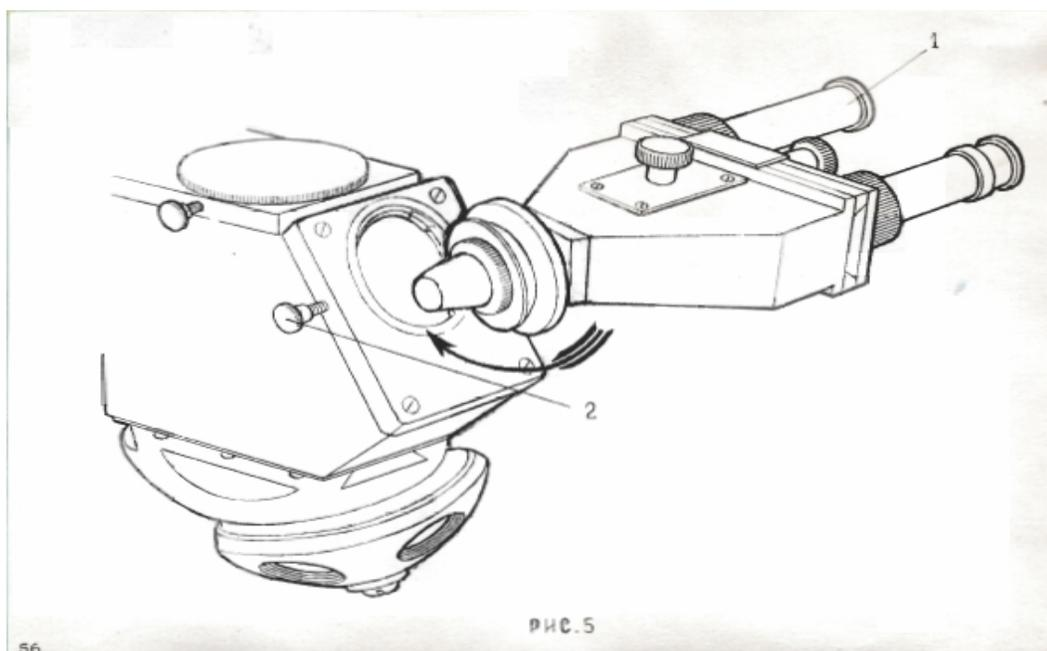

Рис.5. Установка насадки. (1. Стереоскопическая насадка. 2. Винт.).
При измерениях вместо револьвера можно вставлять направляющую 11-1 с центрировочным устройством 11-2 для объективов. Установка насадки 5-1 показана на рис.5.
- 5) Вставить насадку АУ-21 в гнездо тубуса /см.рис.5/.